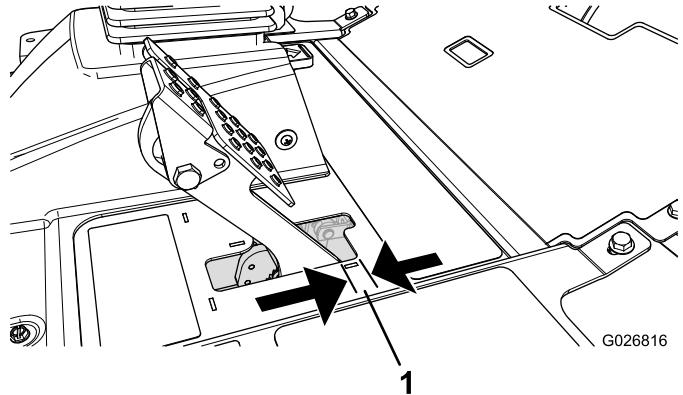

Figura 71
Regolate i freni se il pedale ha un “gioco” superiore a 2,5 cm (Figura 71), o quando è necessaria maggiore forza di tenuta. Per gioco s'intende la distanza che il pedale percorre prima che si avverta la resistenza della frenata.
2. Serrate il dado posteriore per spostare indietro il cavo, finché i pedali del freno non hanno un gioco compreso tra 0,63 e 1,27 cm (Figura 71), prima che la ruota si blocchi.